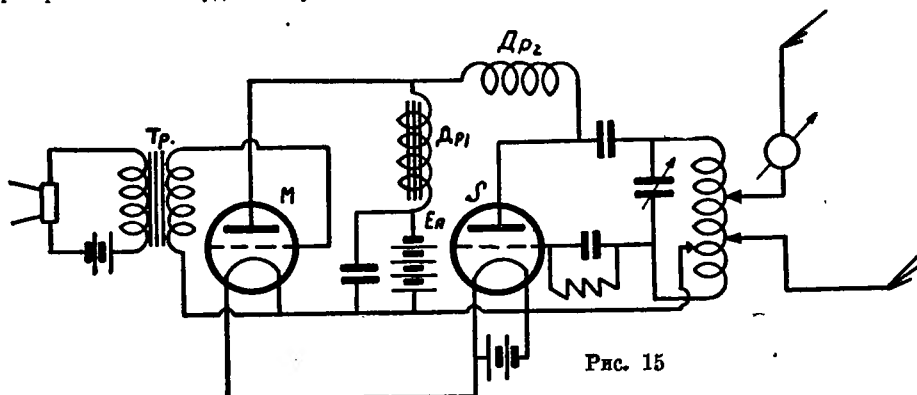

Рис. 15
2. Параллельное включение ламп (рис. 15). Схема может быть разбита на две части: левая часть—модулятор состоит из микрофона с трансформатором и модуляторной лампы, питаемой через дроссель батарей, и может рассматриваться как дроссельный усилитель низкой частоты. Правая часть схемы—это генератор с самовозбуждением. Анодная батарея шунтируется конденсатором большой емкости, порядка 2—4 мкф. При разговоре изменяется напряжение на сетке модуляторной лампы и меняется величина ее анодного тока, который, проходя через дроссель, своими изменениями вызывает на зажимах его переменное напряжение. Это переменное напряжение, складываясь с напряжением батареи, периодически увеличивает и уменьшает его, почему на анод генераторной лампы подается уже не постоянное, а переменное напряжение, измененное в соответствии со звуковыми колебаниями, действующими на микрофон, вследствие чего ток в колебательном контуре и антенне также будет меняться. Дроссель Dr_2 преграждает путь колебаниям высокой частоты в левую часть схемы.